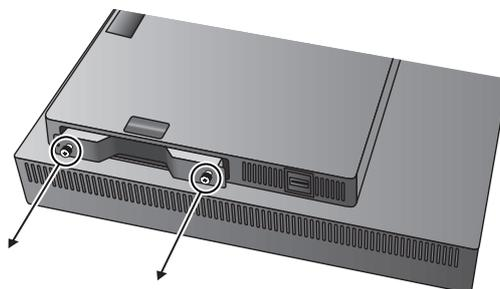

Figure G.3
4. Retirez les vis à oreilles pour permettre le déplacement de l'interface DisplayPort (**Figure G.3**).